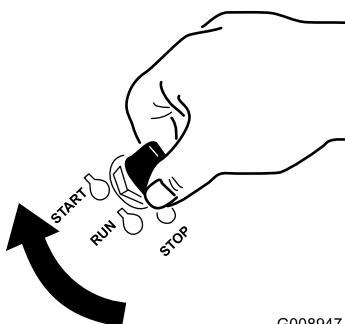

Bild 18
1. Drehen Sie den Zündschlüssel auf die START-Stellung (Bild 18).